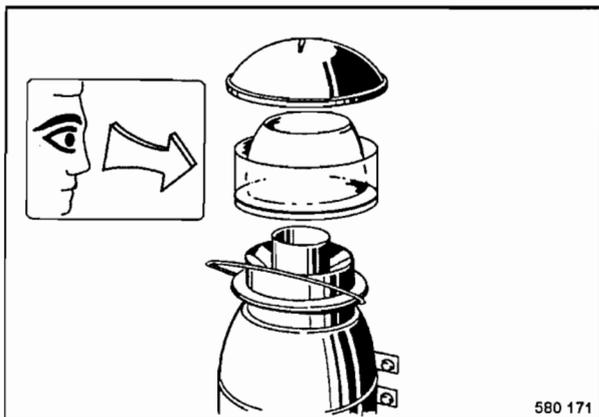

Fig. 62
- Al haberse acumulado polvo hasta la marcación hay que soltar el estribo tensor (Fig. 62), retirar la tapa y limpiar el recipiente colector.